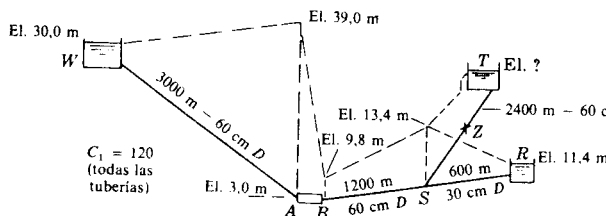

Fig. 8-21
42. La altura de presión en A, sección de descarga de la bomba AB, es 36,0 m debido a la acción de dicha bomba, de una potencia de 140 CV (véase Fig. 8-21). La pérdida de carga en la válvula Z es de 3,0 m. Determinar todos los caudales y la elevación del depósito T. Dibujar las líneas de alturas piezométricas.